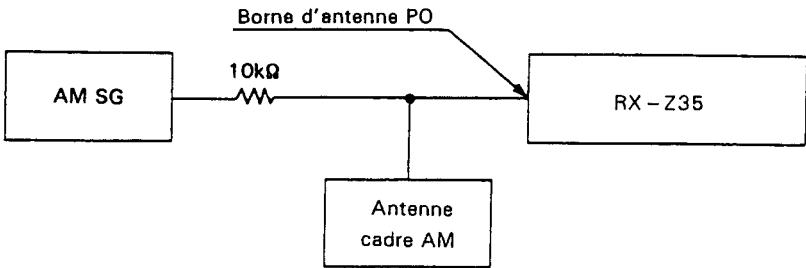

Fig. 4–2 Diagramme de connexion de réglage AM
- Connecter le tuner de la manière illustrée à la Fig. 4–2.